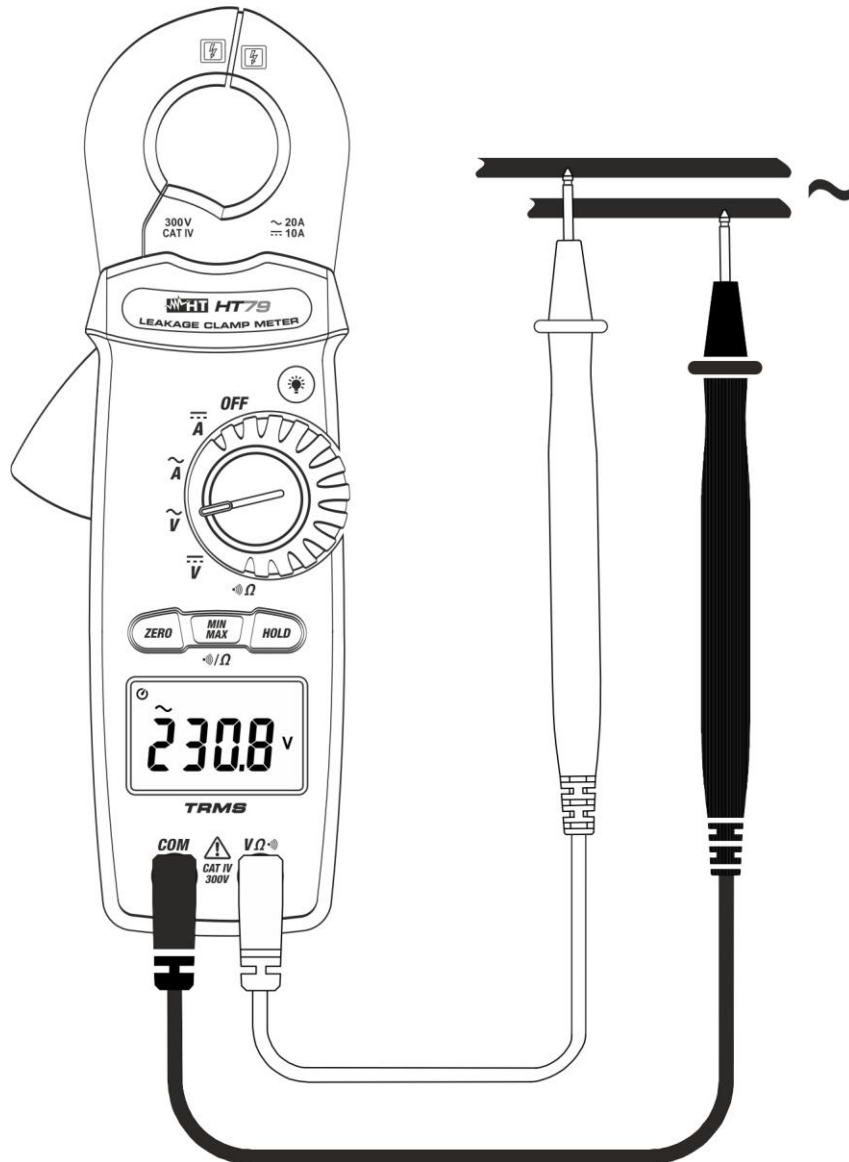

Fig. 5: Utilisation de l'instrument pour la mesure de la Tension AC
3. Positionner les embouts sur les points désirés du circuit sous test (voir Fig. 5). La valeur de la tension apparaît à l'écran